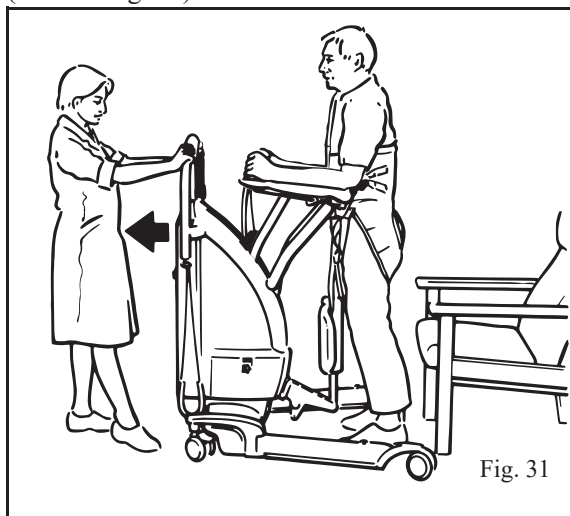

Fig. 31
8. Cuando el paciente se mantenga en pie con confianza, libere los frenos y retire la grúa ligeramente del paciente hasta que el Proactive Pad quede separado de las piernas del paciente (véase la fig. 31).